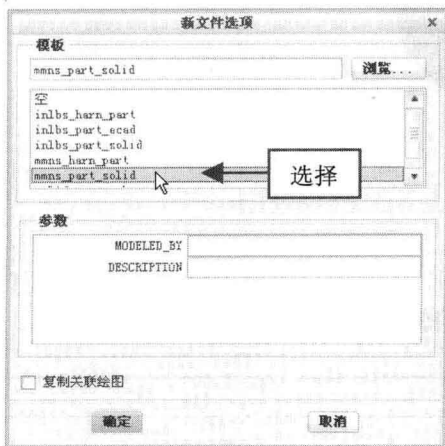

图 1-6 选择相应选项
步骤 (3) 取消选中【使用默认模板】复选框，单击【确定】按钮，在弹出的【新文件选项】对话框中选择 mmns_part_solid 选项，如图 1-6 所示。